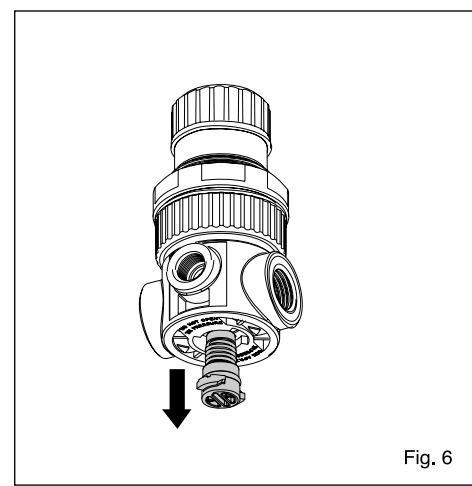

Fig. 6
3) Retire el tapón y los componentes correspondientes para el mantenimiento(Fig.6).
3) 为便于维护, 请去除塞子和相关部件 (图6)。
3) Снимите пробку и достаньте соответствующие компоненты для проведения технического обслуживания (рис.6);